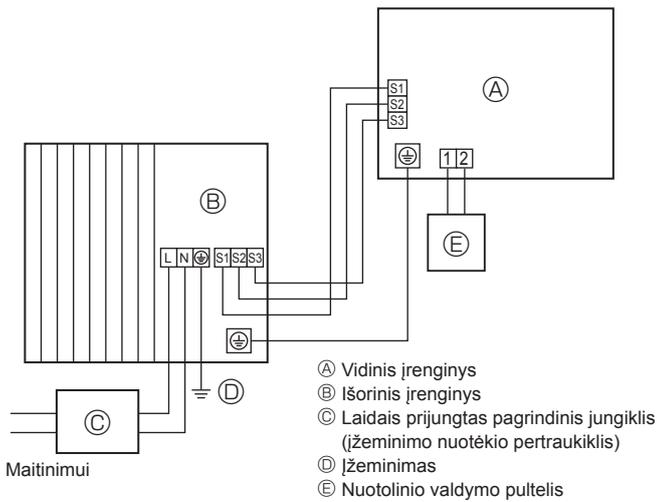
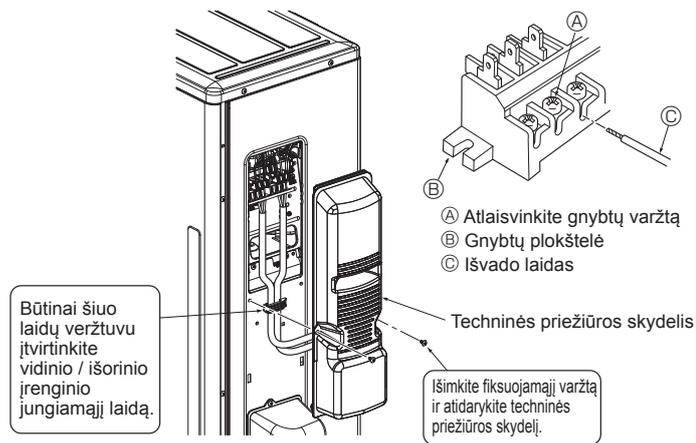
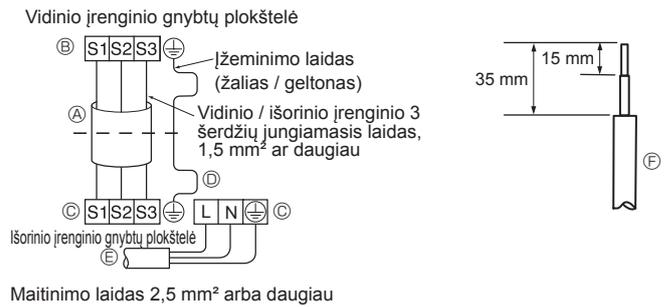

Fig. 6-1
Fig. 6-3
Fig. 6-2
### 6.1. Išorinis įrenginys (Fig. 6-1, Fig. 6-2, Fig. 6-3)
- ① Nuimkite techninės priežiūros skydelį.
- ② Prijunkite laidus pagal Fig. 6-1, Fig. 6-2 ir Fig. 6-3.
- Laidus prijunkite kaip parodyta schemoje (apatiniame kairiajame kampe). (Laidą įsigykite vietoje) (Fig. 6-2)